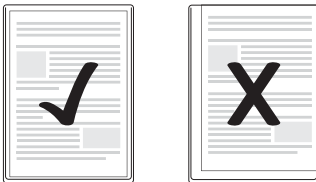

Abb. 1
- ▶ Achten Sie darauf, dass alle Ränder des Dokuments mindestens zwei Millimeter Abstand zum Rand der Folientasche haben müssen, wie in Abb. 1 dargestellt.
- ▶ Achten Sie darauf, dass alle Ränder des Dokuments mindestens zwei Millimeter Abstand zum Rand der Folientasche haben müssen, wie in Abb. 1 dargestellt (siehe S. 78).